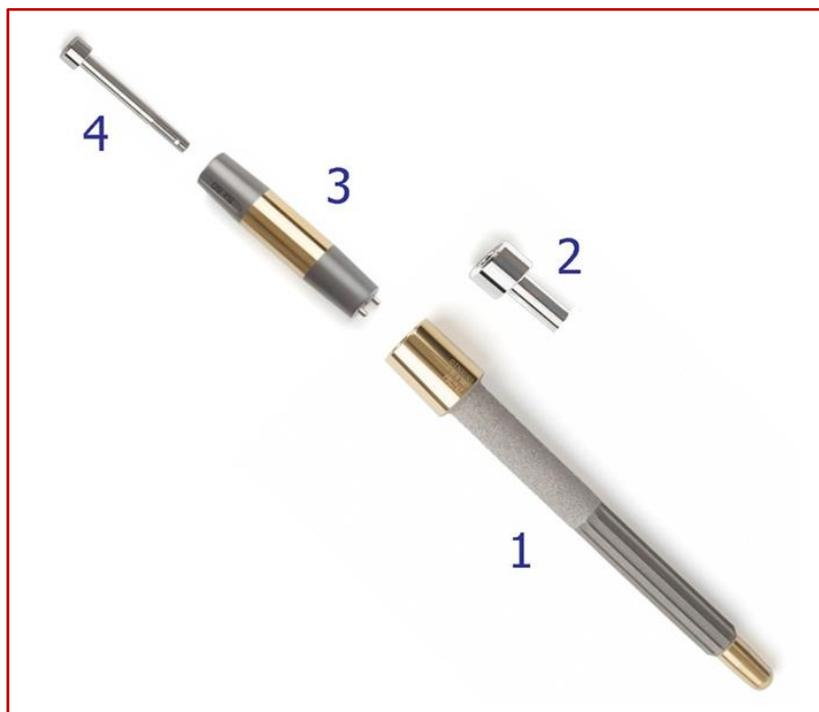

Figura 1 – Impianto per osteointegrazione per amputazione transfemorale della OTN Implants.
Le componenti dell'impianto per osteointegrazione sono (Figura 1):
- *L'adattatore transcutaneo a doppio cono*, che rappresenta la porzione di collegamento tra l'impianto intramidollare e la protesi esterna. Attraversa la cute a livello della stomia e si interfaccia nella porzione distale con il connettore per la protesi esterna (Figura 1 e 2);